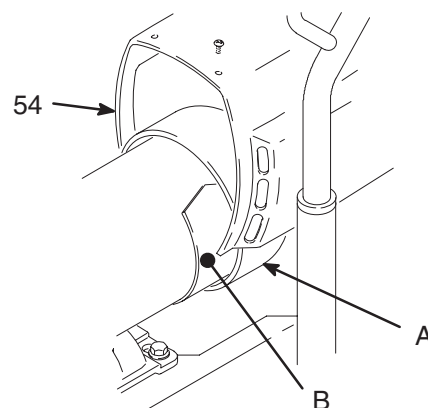

Fig. 4
4. Fig. 4. Fjern motorskjoldet (54) blæserdækslet (A) og inspektionsdækslerne (B).
3. Fig. 4. Fjern motorskjoldet (54). Fjern inspektionsdækslerne (B) og pakningerne på begge sider af motoren.